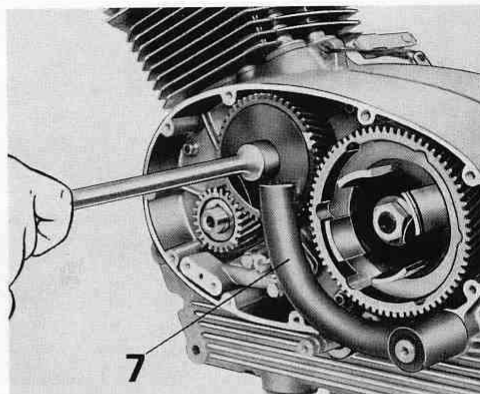

Fig. 18
- l'ingranaggio della distribuzione con attrezzo di tenuta n. 55912925 (7 di fig. 18) dopo aver svitato con apposita chiave il dado di tenuta;